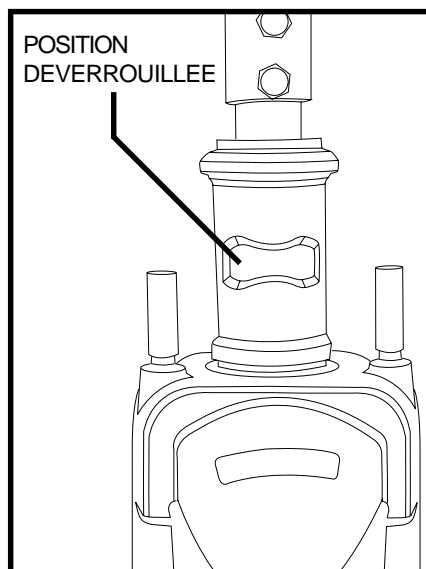

Figure 19A. Guidon (déverrouillé)
9. Débloquez le guidon en tournant le bouton à 90 degrés dans le sens opposé à l'horaire. Voir la figure 19A.